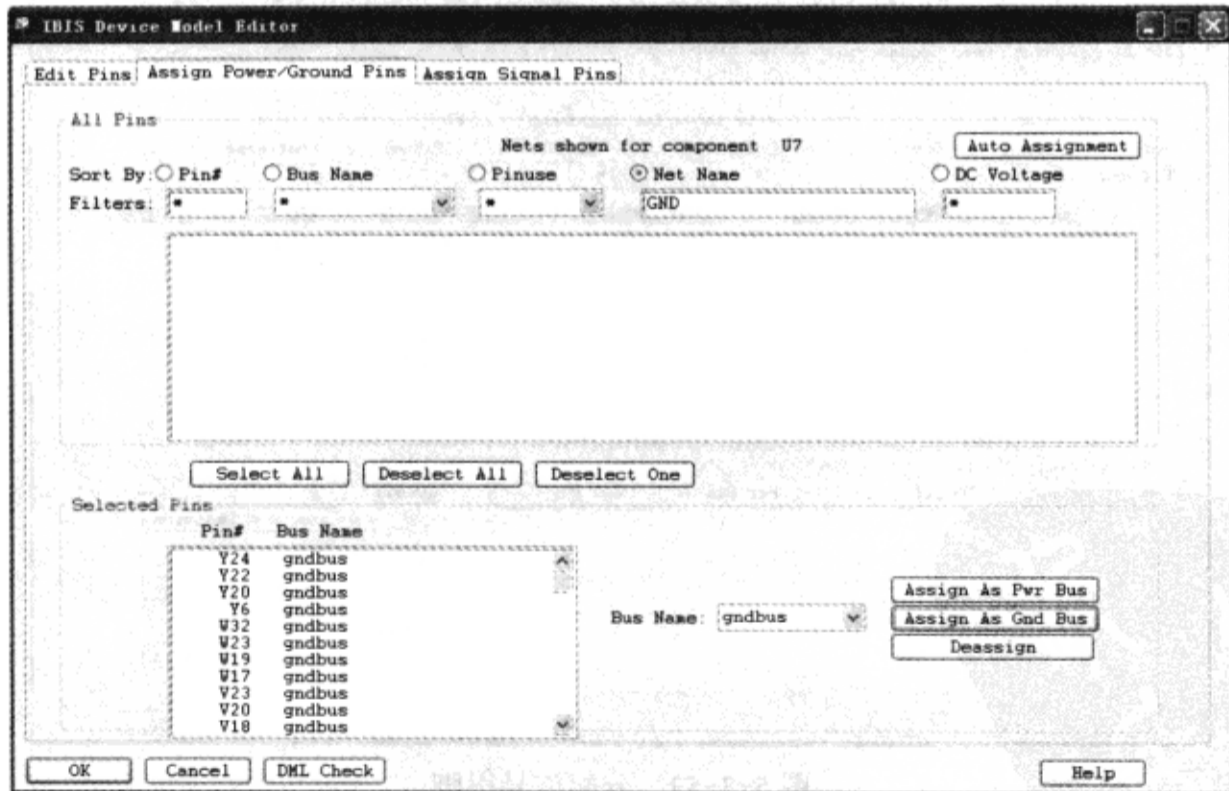

图 5-3-51 分配地总线
(3) 在“IBIS Device Model Editor”对话框的“Selected Pins”区域的“Bus Name”栏输入“gndbus”→定义地网络为地总线“gndbus”→单击“Assign As Gnd Bus”按钮，为选择的引脚分配这个总线名，如图 5-3-51 所示。